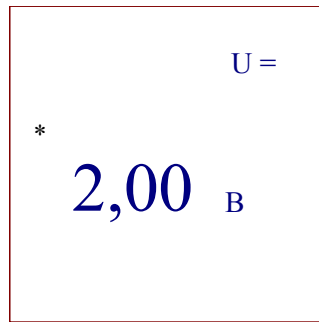

Рис.7. Окно измерений сигналов постоянного тока.
- на экране ЖКИ высветится и будет периодически обновляться информация о контролируемом постоянном напряжении. Вид информации на экране ЖКИ представлен на рис.7.